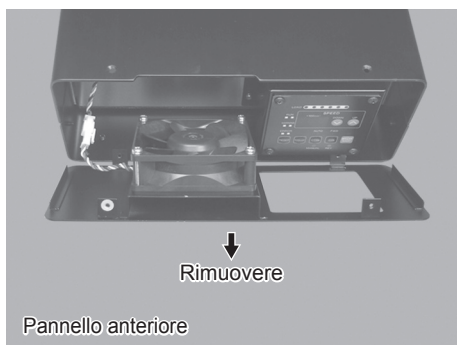

Fig. 39
- (4) Rimuovere la custodia (pannello anteriore) dal CONTROLLER (Fig. 39).